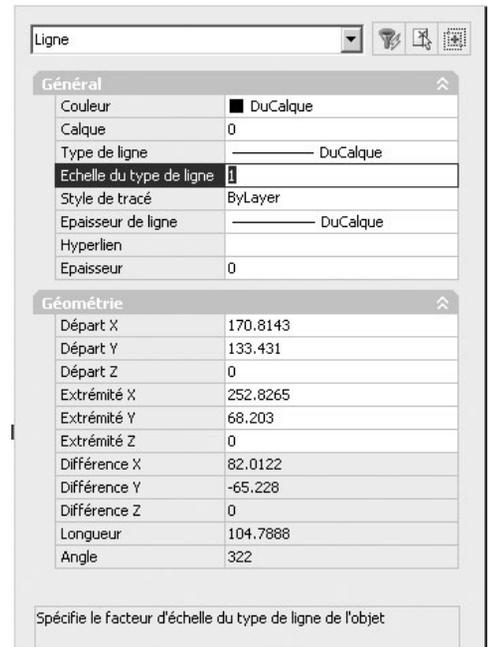

Fig.6.38
- ▶ **Pour une ou plusieurs lignes en particulier** : modifier la valeur dans le champ **Echelle du type de ligne** (Linetype scale) dans la boîte de dialogue **Propriétés** (Properties) (fig.6.38).